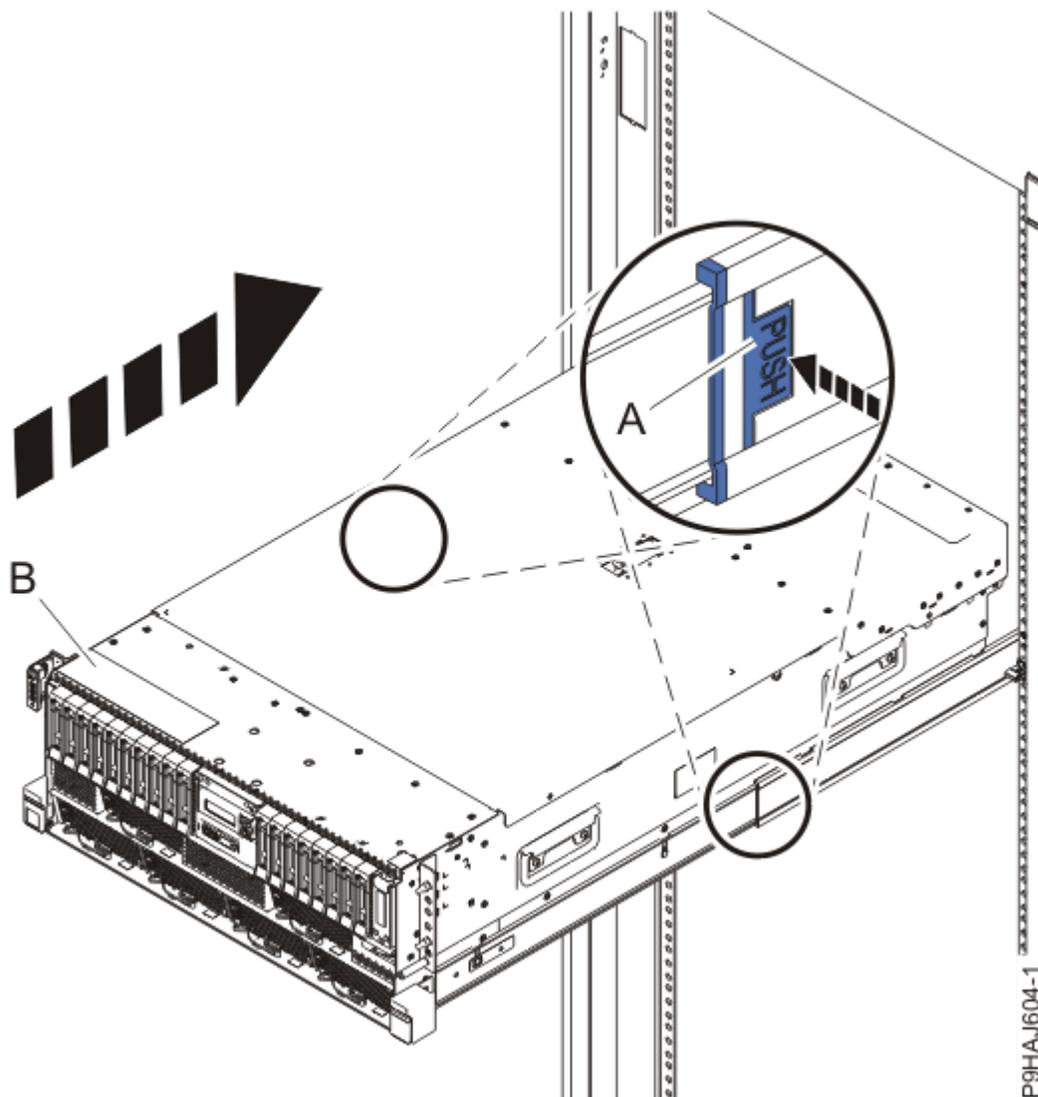

Figura 29. Colocar o sistema na posição de funcionamento
3. Para um sistema montado em bastidor, solte as patilhas azuis de segurança do bastidor **(A)** conforme apresentado na Figura 29 na página 31 ao as empurrar para dentro.